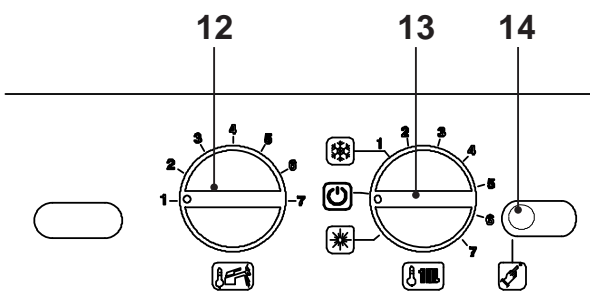

Fig. 9.17
- Per uscire dalla programmazione posizionare il selettore 13 come indicato in Fig. 9.17.